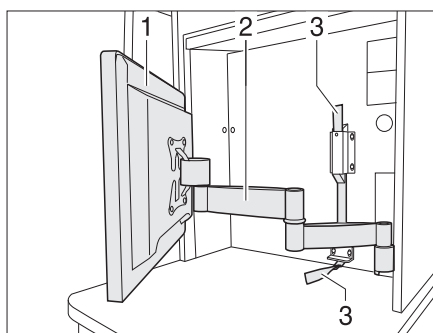

Fig. 64 Ecran plat à bras articulé
- Tirer sur le ruban textile (Fig. 64,3) pour déverrouiller le bras articulé (Fig. 64,2).
- Faire pivoter l'écran plat (Fig. 64,1) dans la position désirée.